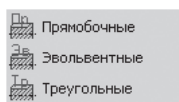

Рис. 3.25. Второе всплывающее меню пункта **Шлицы**
- щелкните во всплывающем меню по пункту **Шлицы**. Появится второе всплывающее меню, см. рис. 3.25;